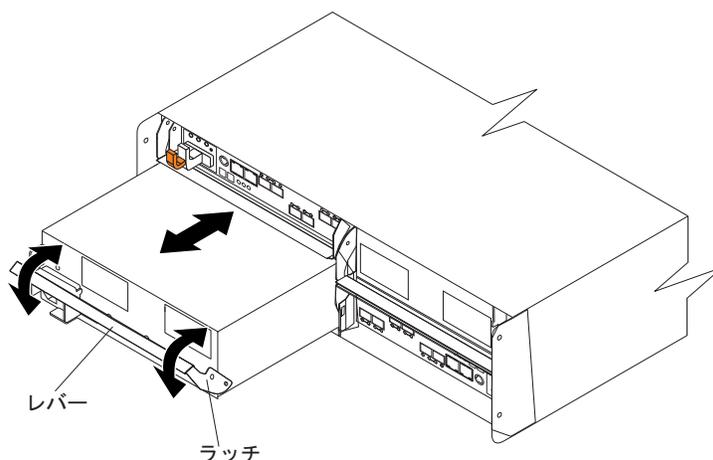

図 17. 電源機構およびファン・ユニットの取り外し
2. ゆっくりとレバーをシャースから引き離し、図 17 に示すように電源機構およびファン・ユニットを取り外します。